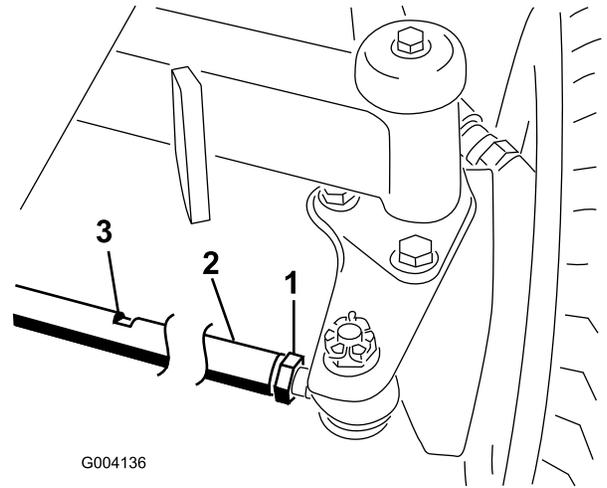

図 69
2. 各タイ・ロッド（図 69）の端についているジャムナットをゆるめる。